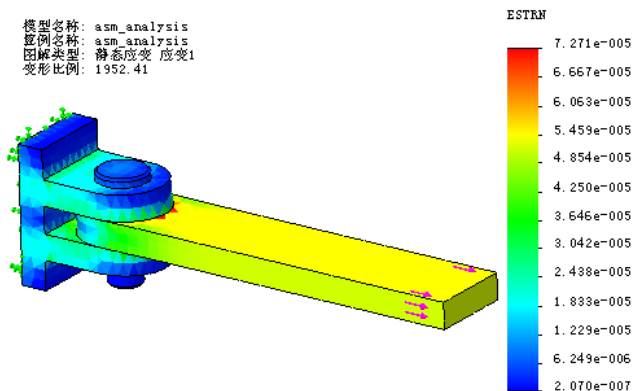

图 12.4.15 应变 (等量) 图解
Step3. 在算例树中右击  应变1 (-等量-), 在弹出的快捷菜单中选择 **显示(S)** 命令, 系统显示图 12.4.15 所示的应变 (等量) 图解。